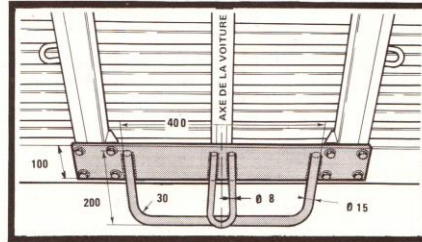

FIGURE 9
- Déposer les pare-chocs arrière et monter un crochet de remorquage arrière (Fig. 9).